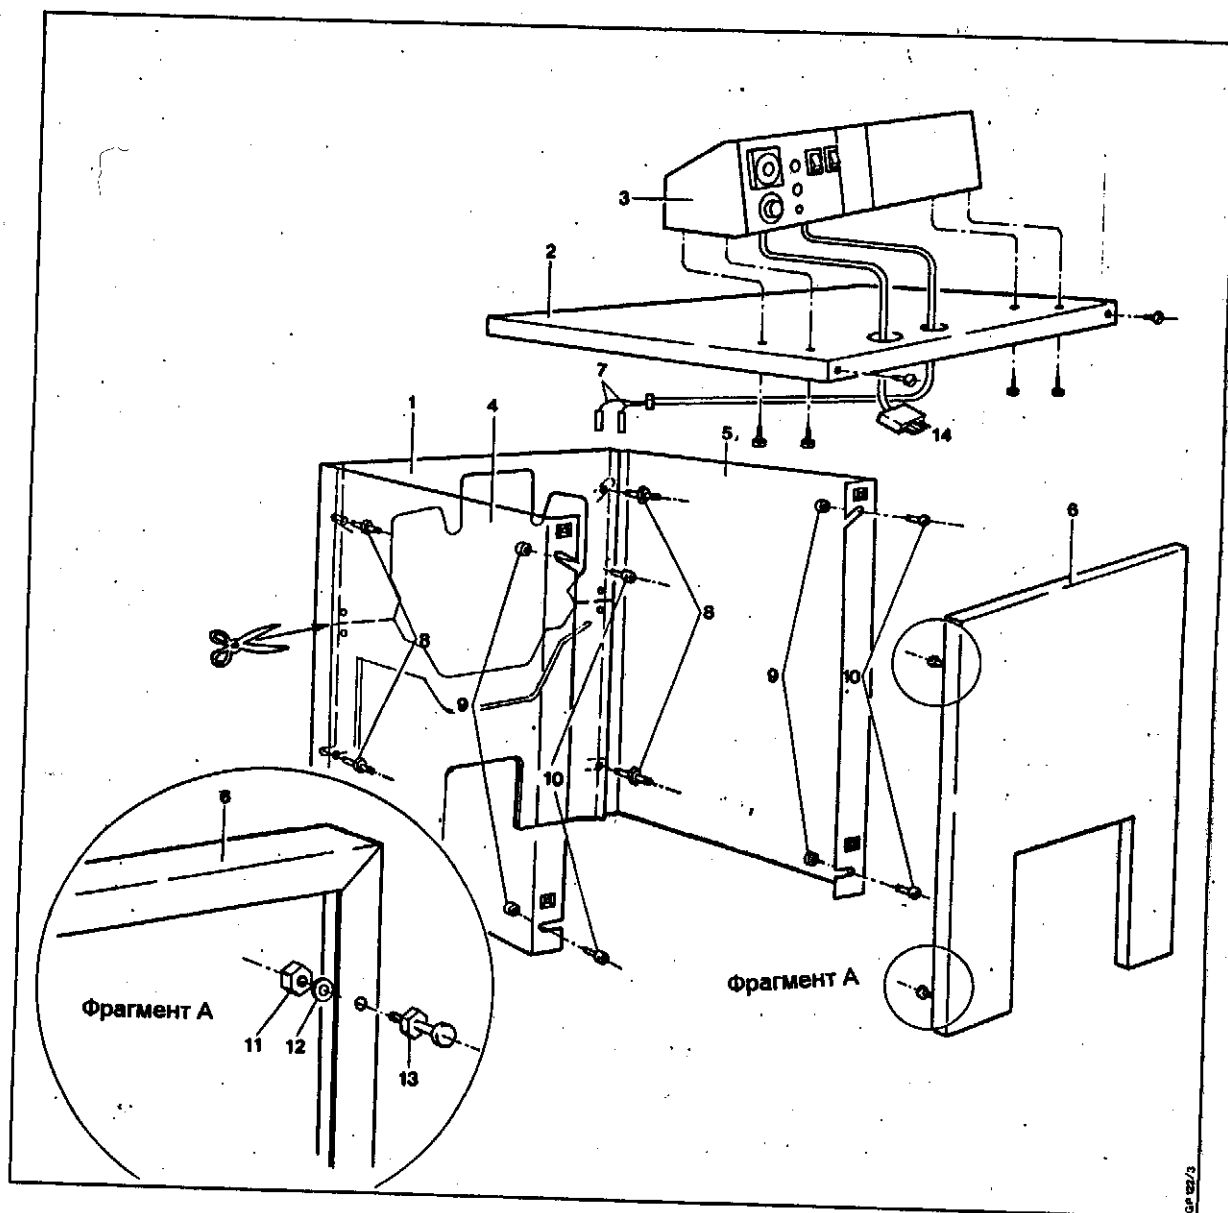

Рис. 8
Погружной датчик (7) подвести к погружной гильзе, вставить и застопорить (см. рис. 8).
Соединительный кабель горелки (14) вывести вперед из обшивки котла. (См. рис. 8).
- Для облегчения монтажа на заднем листе обшивки (1) (см. рис. 8) находится заданное устройство сопряжения, в этом месте задний лист обшивки (1) можно отделить с помощью соответствующего инструмента.
Для стабилизации задняя стенка (1) укрепляется дополнительно к боковым листам (4 и 5) с помощью прилагаемых стальных винтов. См. рис. 8.